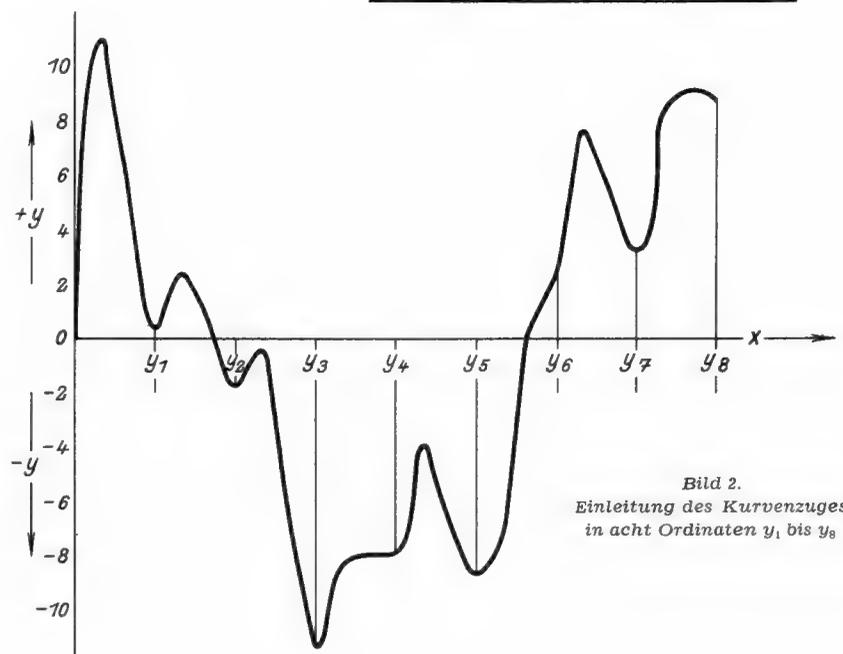

Bild 2.
Die Aufgabe besteht also darin, die Koeffizienten $a_0, a_1, a_2, a_3, \dots, b_1, b_2, b_3, \dots$ zu bestimmen. Setzt man diese Koeffizienten in die Gleichung (1) ein, so soll der Kurvenverlauf der so gebildeten Funktion dem gegebenen Kurvenzug (Bild 2) möglichst getreu entsprechen.